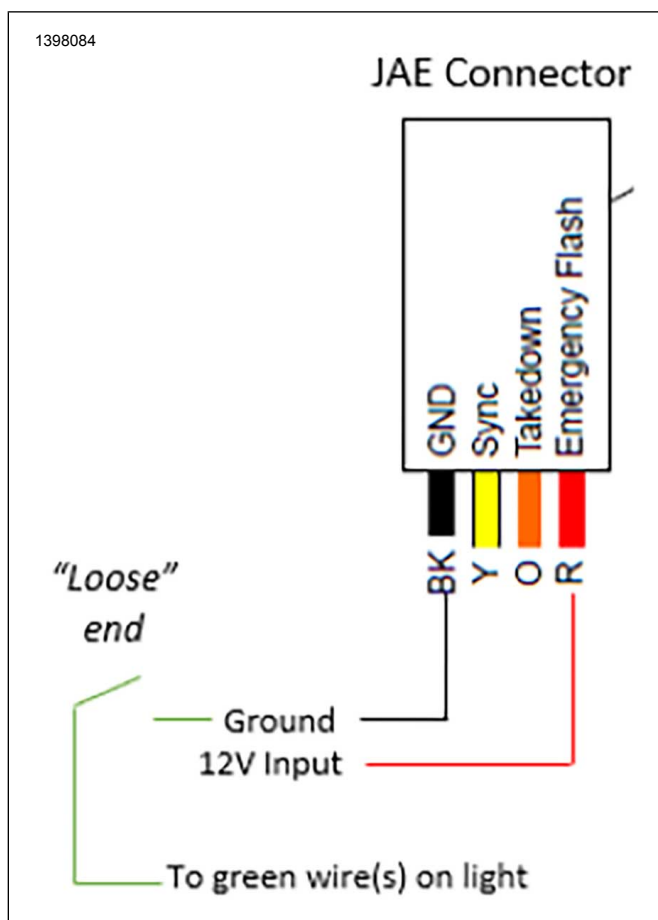

Figura 9. Setare programare culori
1. A se vedea figura 9. Conectați sursa de alimentare de 12V la matricea de lumină (necesită cablu furnizat de dealer).
2. A se vedea figura 9. Dezizolați capetele cablurilor VERZI de la proiector.